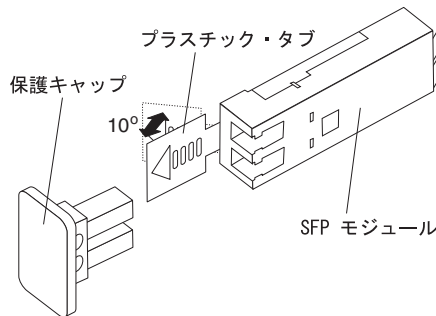

図 19. SFP モジュールのアンロック - プラスチック・タブの場合
- a. プラスチック・タブを下方に 10° 引いて SFP モジュールをアンロックします (図 19 を参照)。